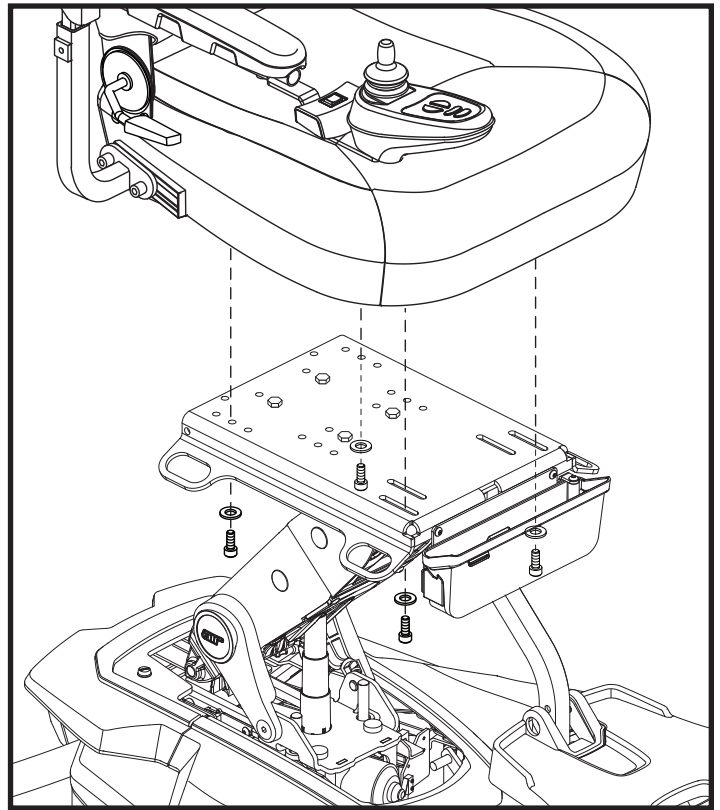

Figura 10. Instalación del asiento
9. Incline el asiento hacia atrás. Coloque el tornillo con la arandela a través de la ranura en la placa del asiento y alinee con el agujero roscado en la parte inferior del asiento. Comience a ajustar con la mano, deje un poco flojo. **Ver figura 10.**